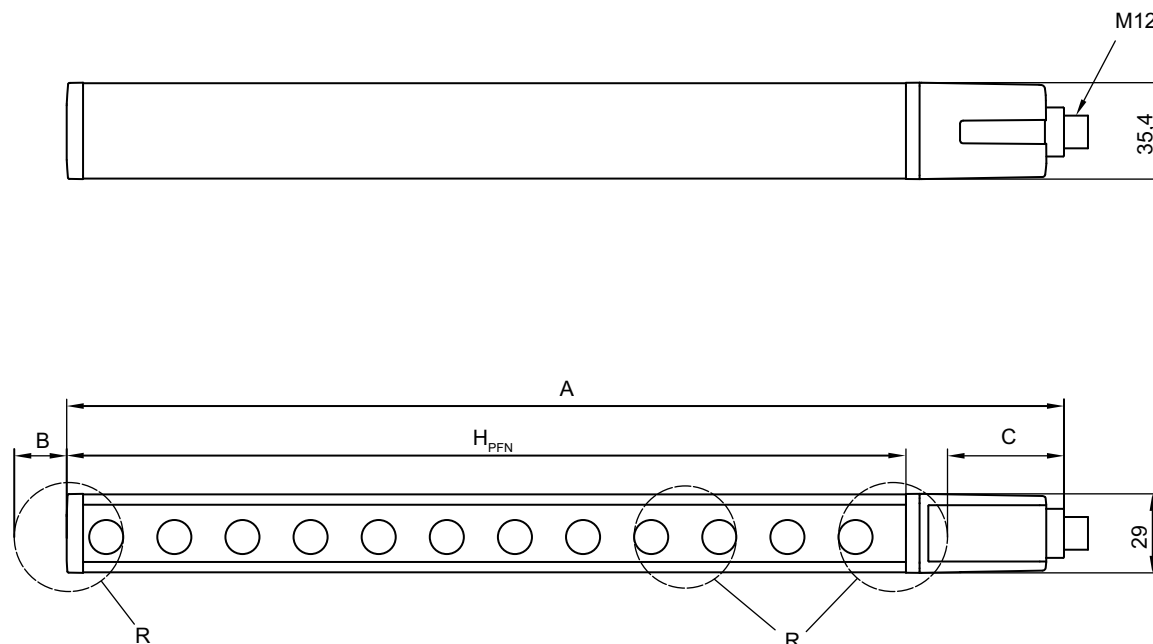

Figura 14.1: Dimensioni emettitore e ricevitore
Dimensioni	vedi figura 14.1 e vedi tabella 14.6
b) altezza complessiva, vedi figura 14.1